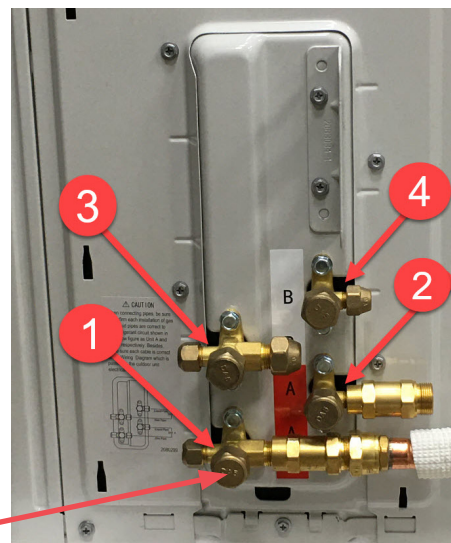

Figure 7.4
7. Retirer les capuchons de TOUTES les vannes à l'aide d'une clé à molette. À l'aide de la clé Allen de 5 mm, insérer la clé dans la partie inférieure et la tourner lentement dans le sens antihoraire jusqu'à la butée. Ouvrir les vannes dans l'ordre donné à la figure 7.4. Ensuite, revisser le capuchon sur la vanne et serrer pour assurer une bonne étanchéité. Répéter la même procédure pour le reste des zones.